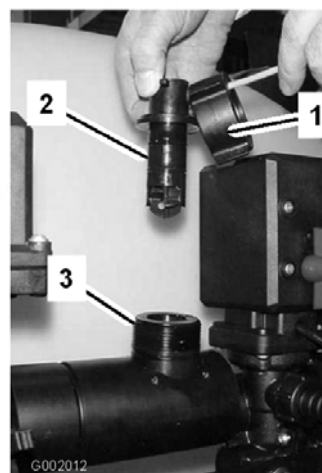

図 71
- フローメータのボディーについているリテーナ・キャップを取る(図 71)。